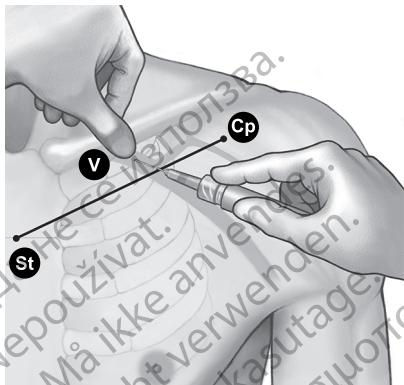

Figure 7. Emplacement du pouce et point d'entrée de l'aiguille.
4. Appuyer le pouce contre l'index et déborder de 1 à 2 centimètres sous la clavicule pour protéger le muscle sous-clavier de l'aiguille (en cas d'hypertrophie manifeste du muscle pectoral, le pouce doit se projeter à environ 2 centimètres au-dessous de la clavicule car le muscle sous-clavier est sûrement lui aussi hypertrophié) (Figure 7 Emplacement du pouce et point d'entrée de l'aiguille en page 20).